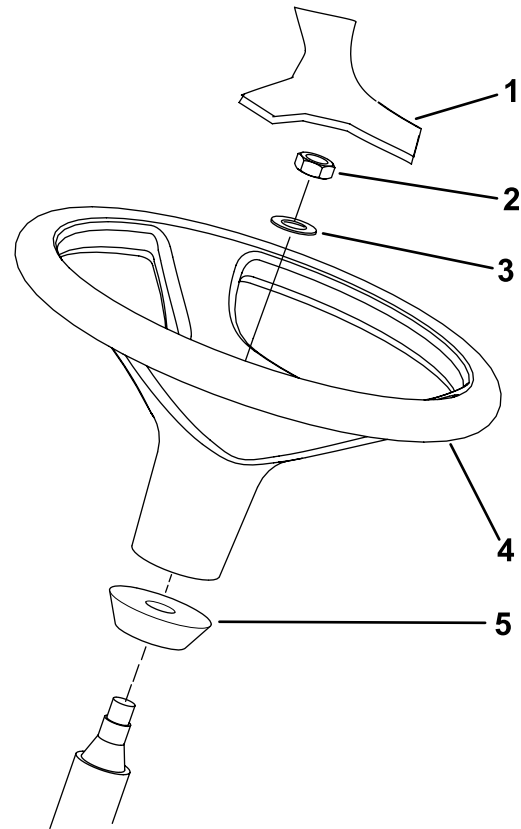

Figure 14
1. Déposez le volant du support d'expédition (Figure 14).
**Remarque:** Vérifiez que la bague en mousse reste bien sur l'arbre de direction (Figure 14).
3. Glissez le volant et la rondelle sur l'arbre de direction (Figure 14).
5. Posez le couvre-moyeu sur le volant (Figure 14)